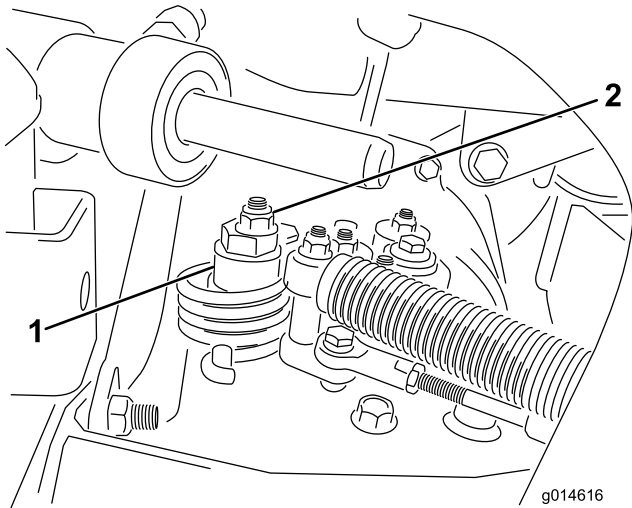

图48
- A. 松开将偏心螺栓固定到静液压泵顶部的螺母（图48）。
- C. 旋转偏心螺栓，直到不再出现任何方向的缓慢前移。当轮子停止旋转时，旋紧螺母，锁定偏心螺栓和调整（图48）。将油门移至“慢速”和“快速”位置，验证调节情况。